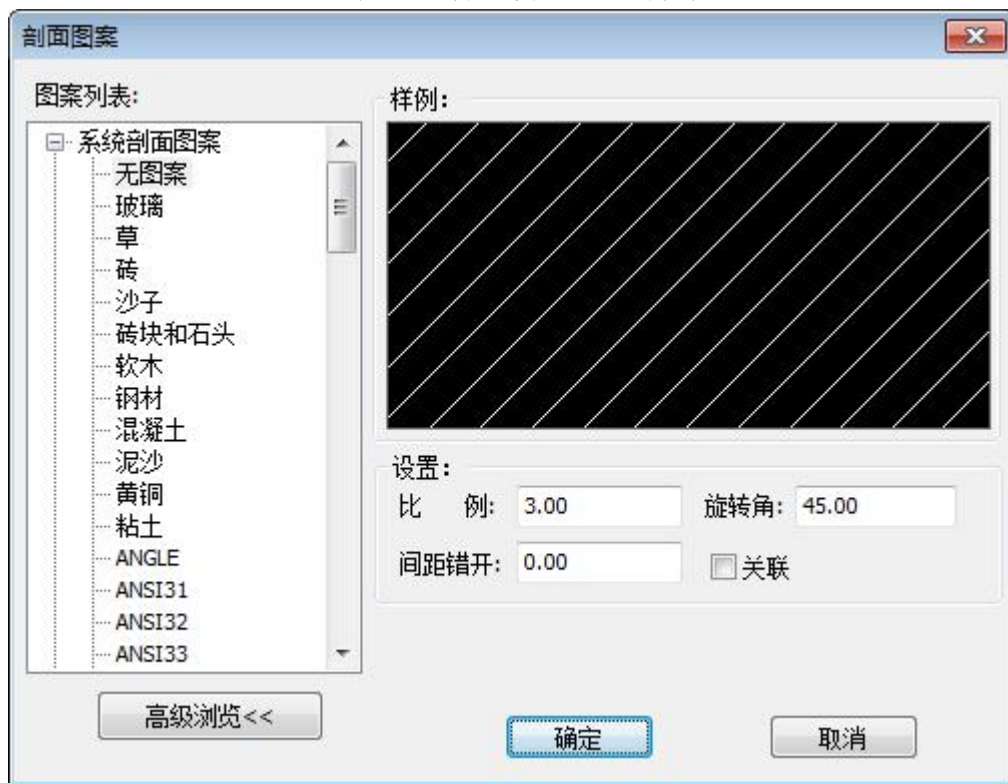

图 2-43 剖面图案对话框
- 2) 单击立即菜单中的【2:】，可以选择是否选择剖面图案，如果【不选择剖面图案】将按默认图案生成。如果【选择剖面图案】进行拾取点操作并确认后将弹出如图 2-43 所示的对话框。